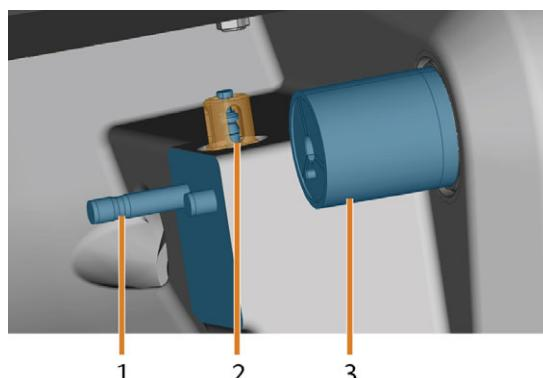

FIG. 67 SUPPORT DE MAGASIN D'OUTILS, PALPEUR DE MESURE, PORTE-BLOC (EN BLEU)
4. Nettoyez le palpeur de mesure avec la brosse humide (Fig. 67 en dessous) :